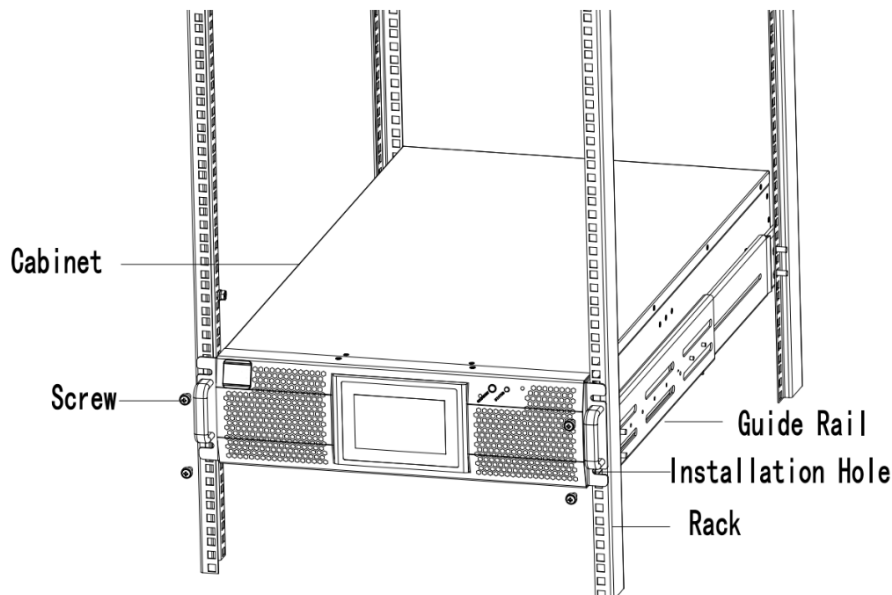

Рис. 3-3. Установка в стойку
- (1) Установите направляющую
- (2) Поместите ИБП и аккумуляторный шкаф на направляющую, закрепите устройства на сервисной стойке, как показано на Рис. 3-3.